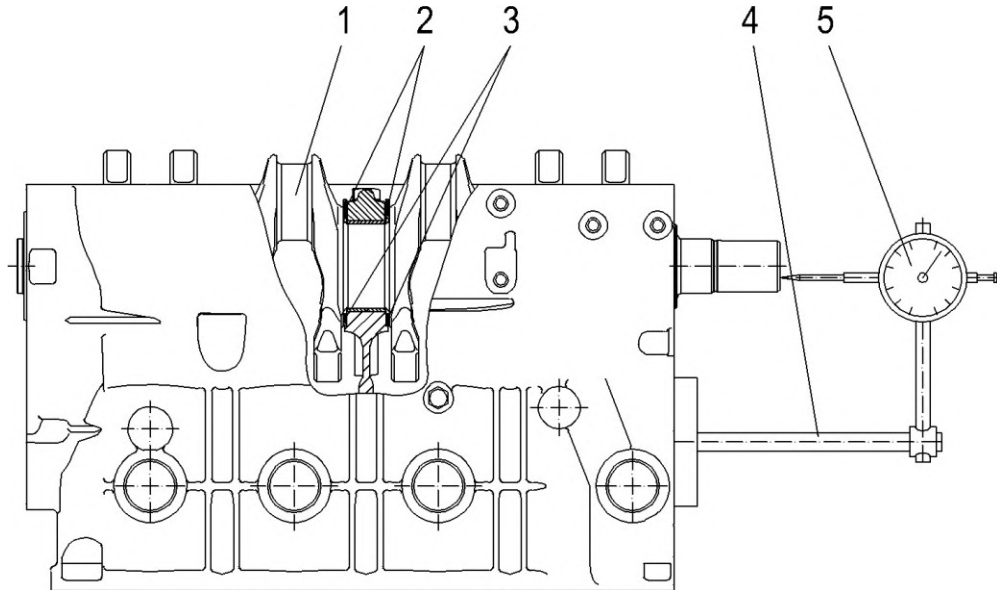

Abb. 131. Überprüfung des Axialspiels der Kurbelwelle:
5. Das Axialspiel der Kurbelwelle (Abb. 131) prüfen; es darf nicht mehr als 0,36 mm betragen. Bei einer Kurbelwelle und Drucklager-Halbscheiben ohne Verschleiß beträgt das Spiel 0,06...0,27 mm. Wenn das Axialspiel den maximal zulässigen Wert überschreitet, die Drucklagerhälften durch neue oder überholte Hälften mit einer um 0,13 mm erhöhten Dicke ersetzen und das Axialspiel erneut messen. Wenn es bei der Messung mehr als 0,36 mm beträgt, die Kurbelwelle austauschen.